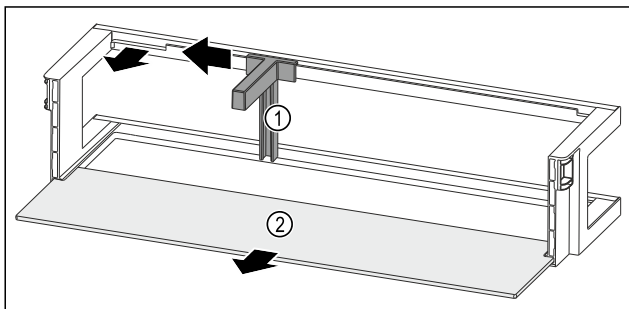

Fig. 96 Dørhylde med flaskeholder og hylde
- Skub flaskeholderen Fig. 96 (1) til siden indtil udsparringen.
- Tag flaskeholderen Fig. 96 (1) ud.
- Tag hylden Fig. 96 (2) ud.